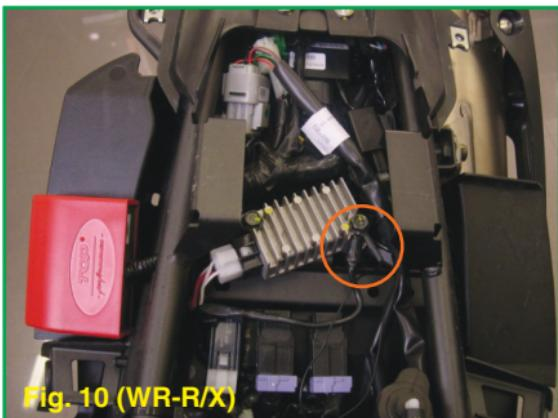

Fig. 10 (WR-R/X)
- Posizionare la centralina TFI sotto il fianchetto posteriore destro (Fig. 10) E fissarla tramite gli adesivi dual lock in dotazione quindi sistemare il cablaggio dei cavi fino al motore. Si consiglia di fissare il cablaggio al telaio in alcuni punti utilizzando fascette di plastica per evitare danneggiamenti.
- Collegare il cavo nero di massa del cablaggio dalla centralina TFI ad una vite del regolatore di tensione del veicolo (Fig.10).